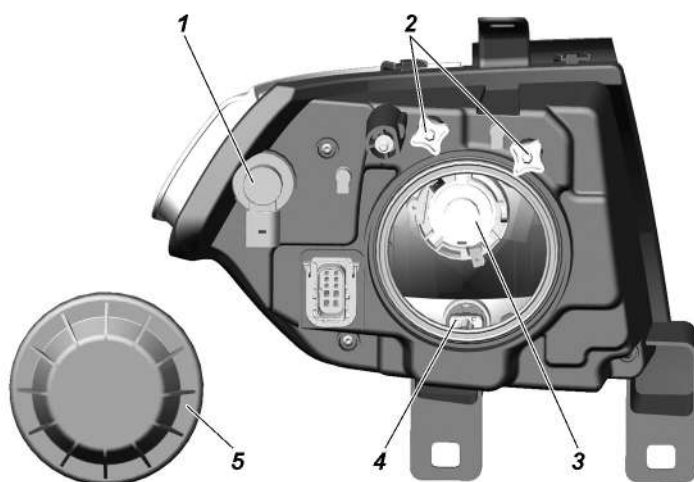

Рис. 9.31. Фара:
3. Включите ближний свет фар и, поочередно закрывая каждую фару, вращением регулировочных винтов 2 (рис. 9.31) добейтесь, чтобы светотеневая граница слева от точек E и E' совпала с линией 1, а справа – с линиями 2 и 2' для левой и правой фар соответственно. Точки перелома светотеневой границы должны совпадать с точками E и E'.
Замена ламп фар. Для замены лампы указателей поворота снимите колодку с патрона 1 (рис. 9.31), поверните патрон по часовой стрелке (для правой фары) или против часовой стрелки (для левой фары) и выньте патрон в сборе с лампой.
Для замены ламп противотуманных фар отсоедините колодку жгута проводов 2 (рис. 9.31) от лампы, поверните против часовой стрелки и выньте лампу.